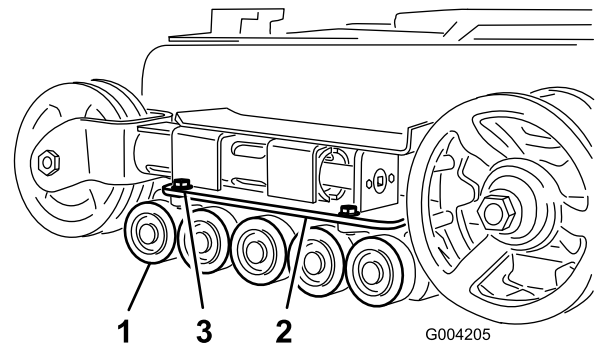

Figure 47
2. Retirez les 4 boulons de fixation de chaque guide-chaîne inférieur qui contient les galets de roulement, et déposez-les (Figure 47).